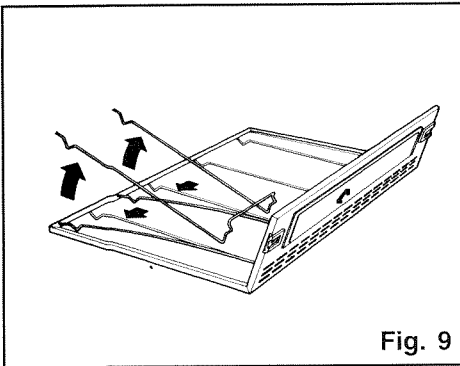

Fig. 9
- b - Verwijder nu de filterhouders zoals aangegeven in (**fig. 9**).
b - Remove the metal filter retaining clips and remove the grease filters (fig. 9).
- b - Remove the wire clips and replace the synthetic fibre filter (**fig. 9**).